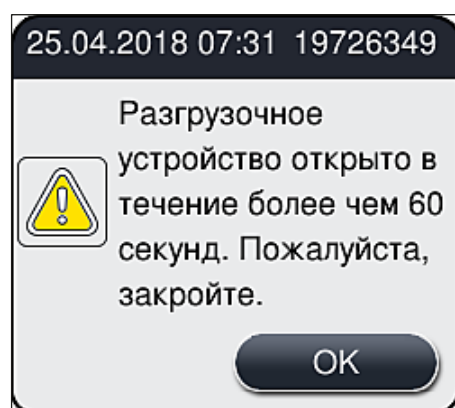

Рис. 77
- Если разгрузочное устройство остается открытым в течение более 60 секунд, пользователь получает соответствующее информационное сообщение (→ Рис. 77).